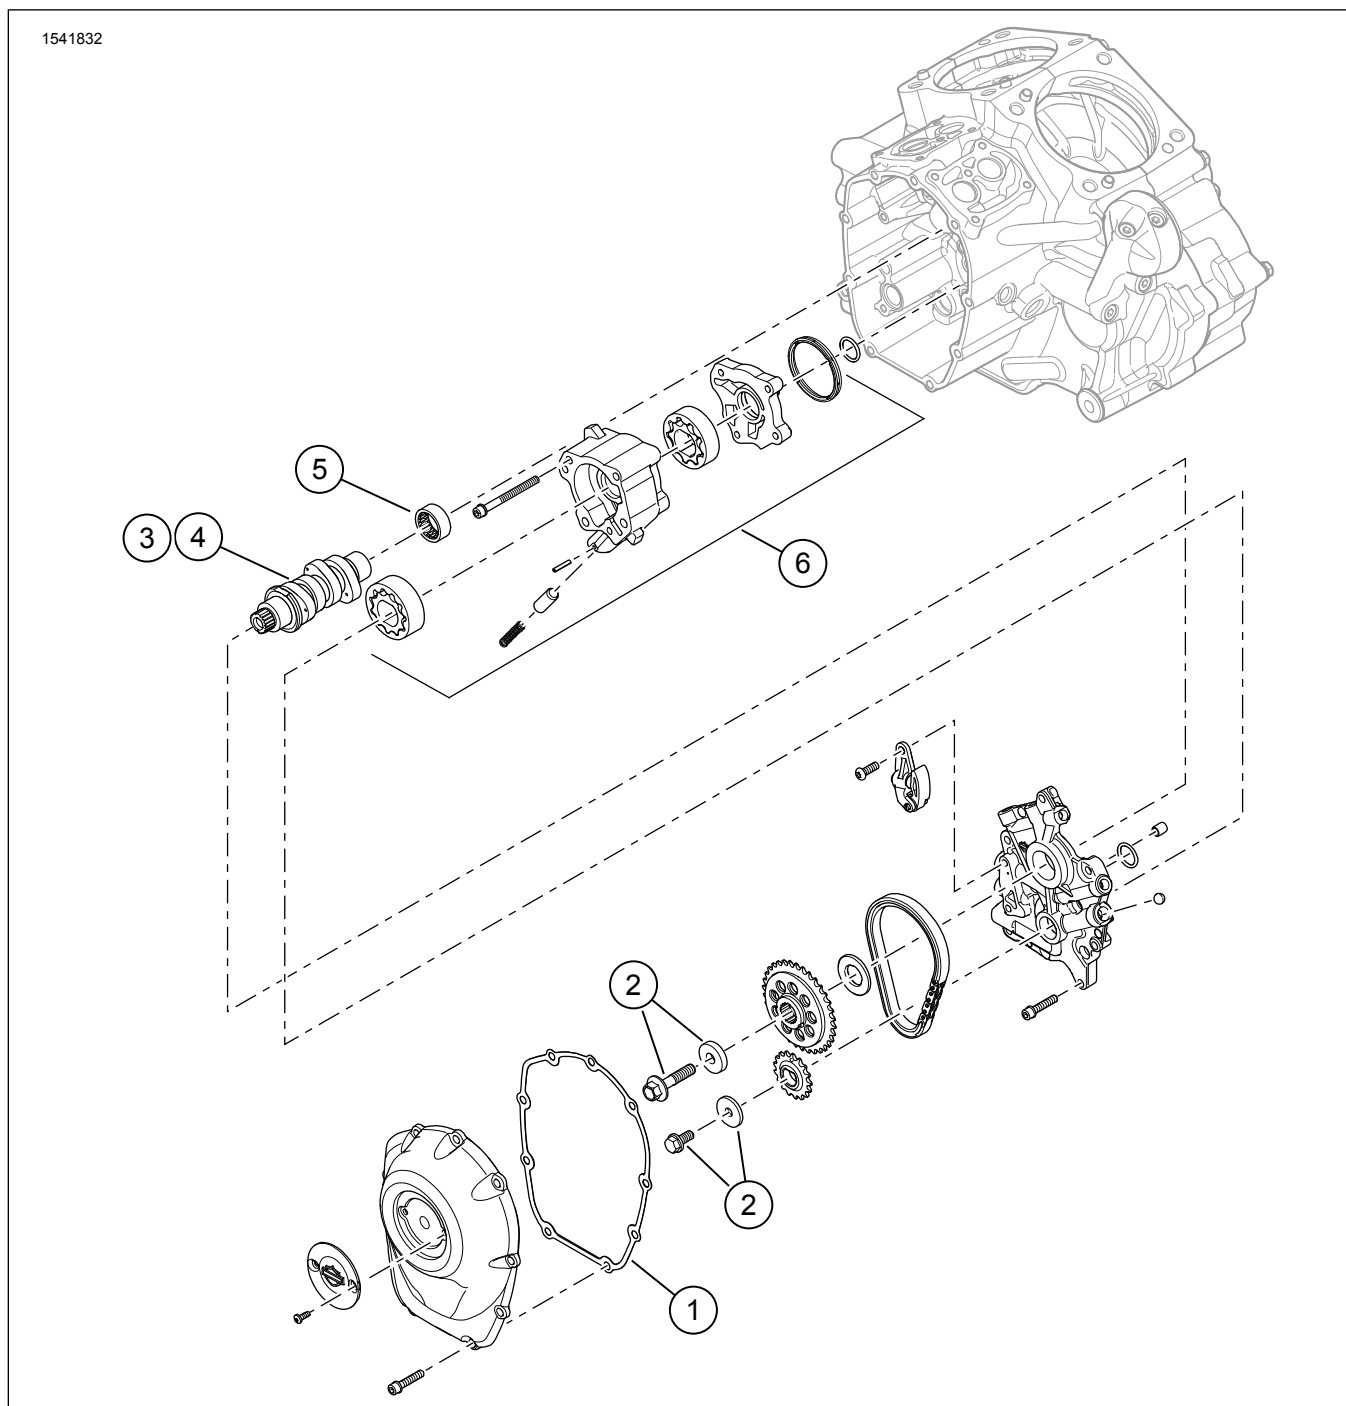

Figure 4. Pièces de rechange : Kit Screamin' Eagle Milwaukee-Eight Stage 2
1. Figure 4 Installez la pompe à huile. Consultez le manuel d'entretien.